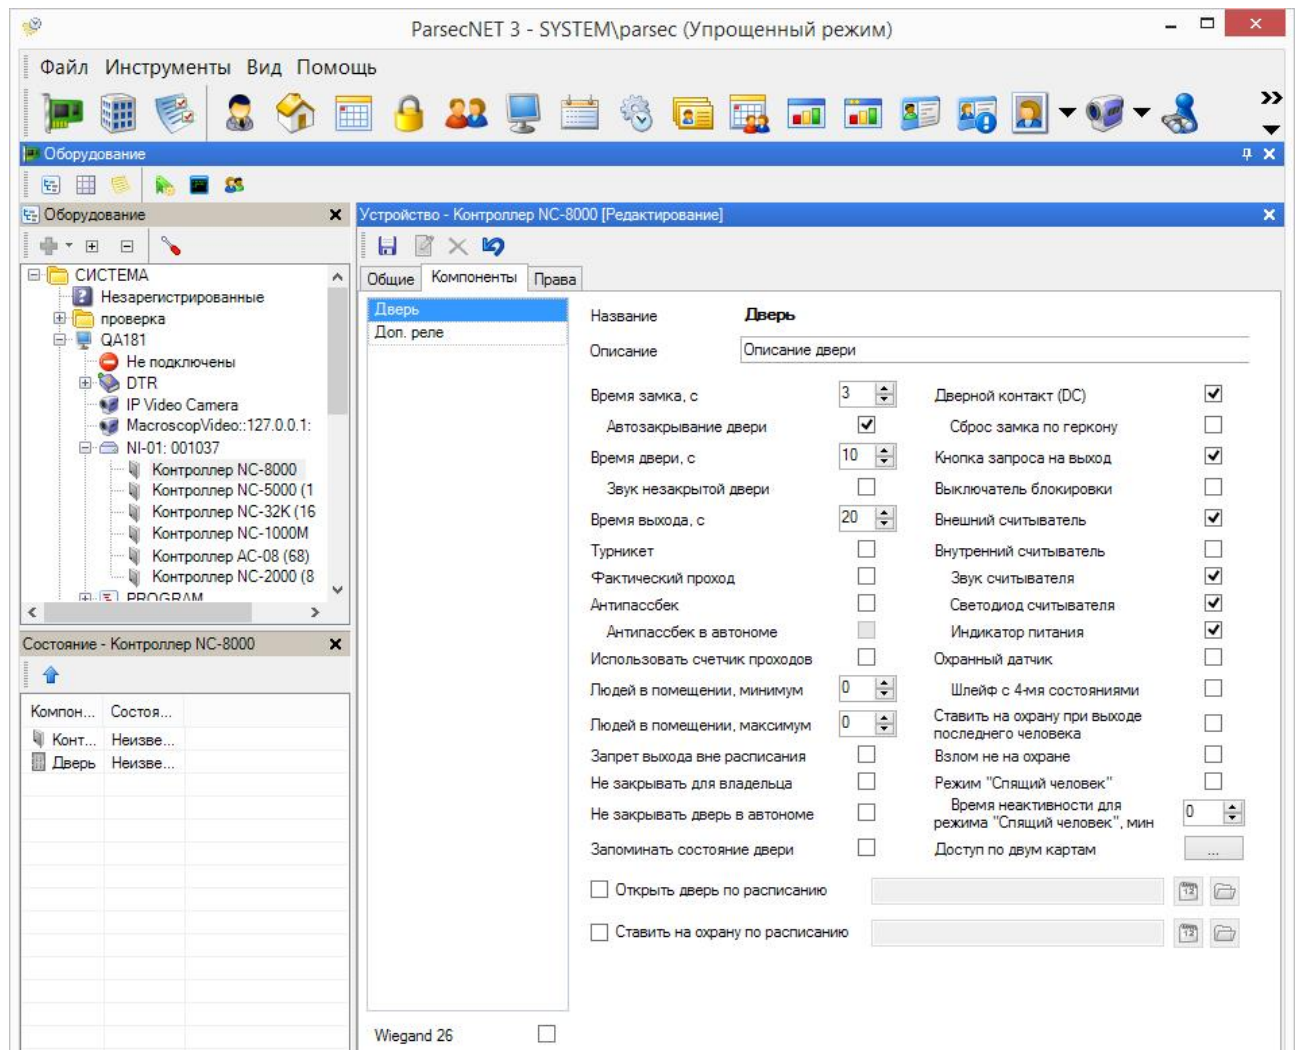

Рисунок 23. Настройка контроллера в ParsecNET 3.5
- интерфейса NI-A01-USB (рисунок 23);